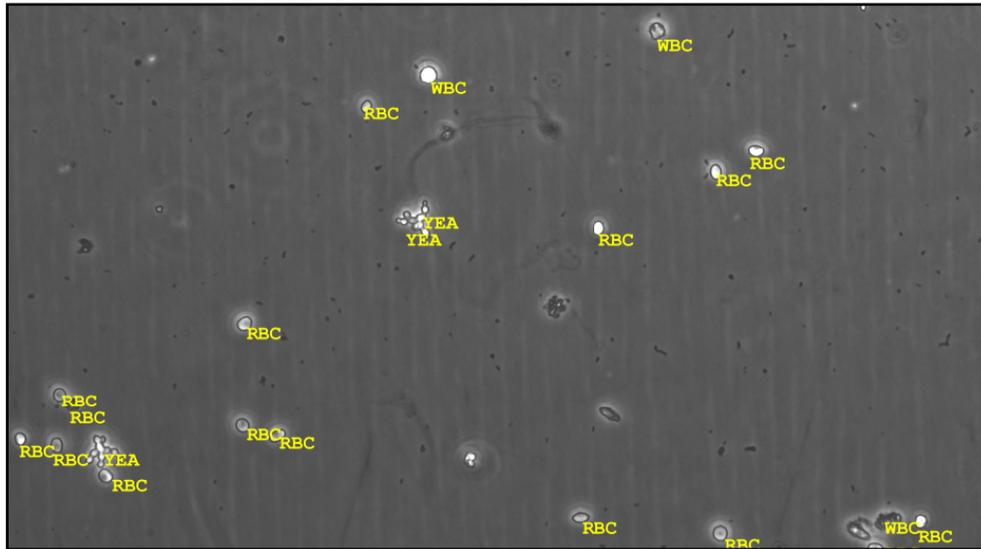

Figura 12: Imagen del campo visual de una imagen Normal evaluado y etiquetado automáticamente
- Las imágenes del campo visual que están poco pobladas de partículas, independientemente de si son negativas o patológicas, se consideran **Normal** (consulte Figura 12) —tienen un **No** en su columna **Para revisar** de la lista de imágenes. La mayoría de imágenes del campo visual son de este tipo.
i **Uso de atajos:** C: activa todos los marcadores de partícula ("instantáneas") de la imagen; R: activa una regla situada a los lados de la pantalla (consulte Figura 12); G: activa una rejilla sobre la imagen para una mejor estimación del tamaño de las partículas; Insert: activa todos estos elementos gráficos; Delete: oculta todos estos elementos gráficos.